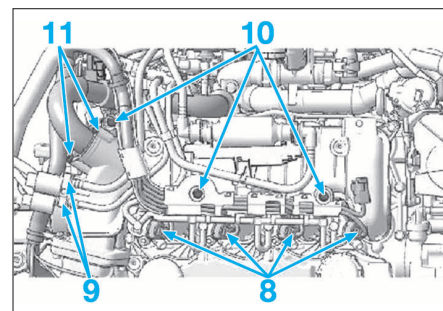

FIG. 39
- Débrancher les connecteurs (8) et les canalisations (9) (Fig.39).